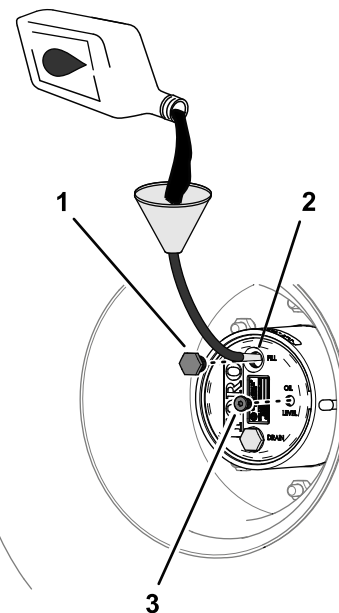

Figure 98
4. Si le niveau d'huile est trop bas, enlevez le bouchon de remplissage et ajoutez l'huile spécifiée jusqu'à ce qu'elle ressorte par le trou du bouchon de contrôle (Figure 98); voir Spécifications de l'huile du train planétaire \(page 73\).
6. Remettez en place les bouchons de remplissage et de contrôle (Figure 98).
- Versez lentement le lubrifiant pour engrenages spécifié par l'orifice du bouchon de remplissage; voir Figure 98 sous Contrôle du niveau de lubrifiant du train planétaire \(page 73\).
- Remettez en place les bouchons de remplissage et de contrôle; voir Figure 98 sous Contrôle du niveau de lubrifiant du train planétaire \(page 73\).